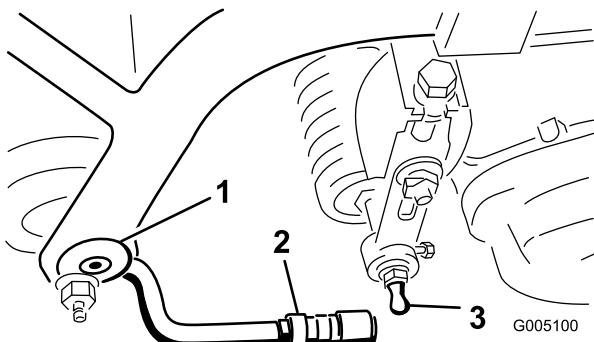

Figure 11
2. Placez une rondelle et une rotule à chaque extrémité du rouleau avant sur les plateaux de coupe (Figure 11).
4. Repoussez la gaine sur la rotule et tournez le bras de traction vers le bas pour que la boîte s'adapte sur la sphère. Relâchez la gaine pour qu'elle vienne recouvrir le goujon et solidarise les ensembles (Figure 11).